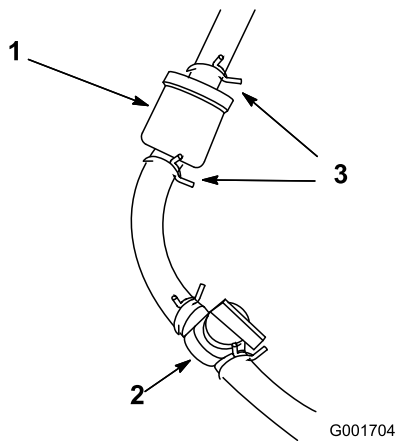

Bild 48
1. Schließen Sie den Kraftstoffhahn (Bild 48).
2. Legen Sie eine Ablaufwanne unter den Filter, lockern die Schlauchklemme an der Vergaserseite des Filters und ziehen die Kraftstoffleitung vom Filter ab (Bild 48).